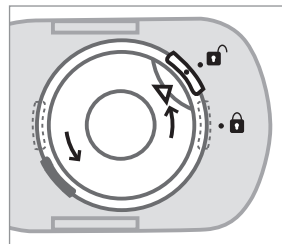

Рис. 2
3. Розташуйте аерозольну камеру вертикально на столі. Від'єднайте верхню частину аерозольної камери від самої камери. Для цього поверніть кришку аерозольної камери проти годинникової стрілки, так, щоб маркер «▶•» вказував на «•□» (рис. 2). Потягнувши кришку аерозольної камери нагору, витягніть її.